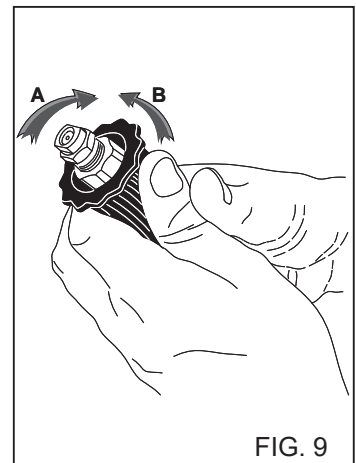

FIG. 9
### UTILISATION DU BOUTON DE REGLAGE (fig. 9)
- 2) Actionner le nettoyeur haute pression, activer la commande d'aspiration du détergent présente sur la lance (fig. 9), et répandre la solution sur la surface à laver en procédant de bas en haut. Laisser agir quelques minutes.